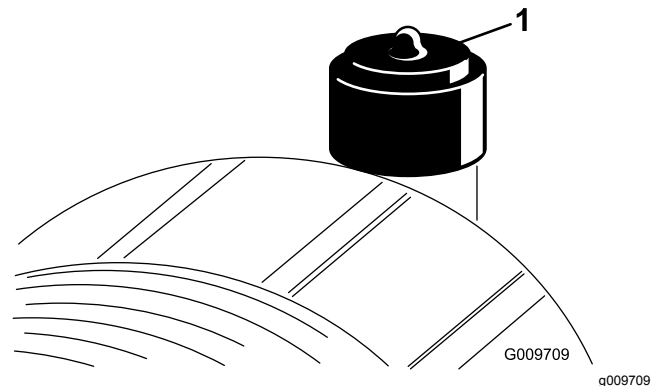

Figura 42
- Cambie el elemento del limpiador de aire si el indicador del limpiador de aire se ve rojo (Figura 42). No limpie demasiado el elemento del filtro de aire.